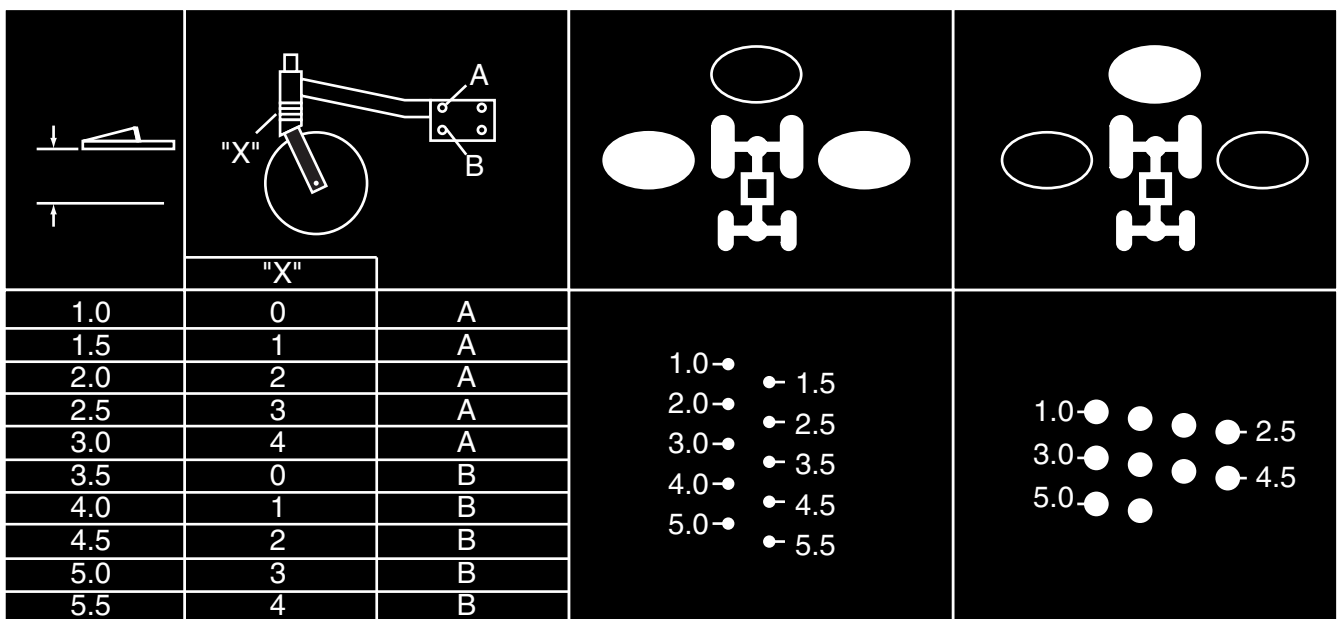

Figura 4M
2. La **Figura 4M** muestra el adhesivo del ajuste de altura para las ruedas.